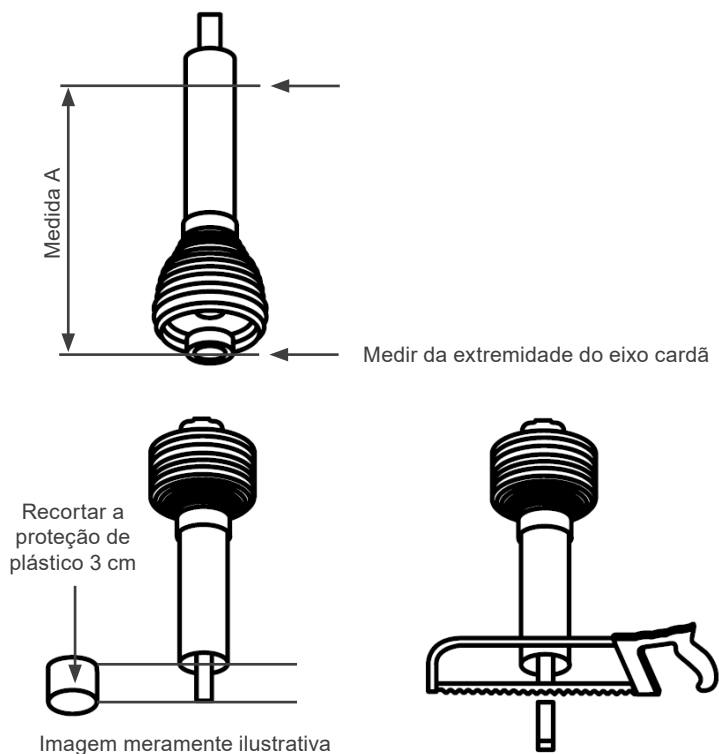

Figura 6.4: Imagem ilustrativa da montagem do eixo cardã
- A medida encontrada entre os eixos da tomada de força deve ser dividida por 1,3. O valor dessa divisão indicará a medida a, marque o eixo cardã com a medida A e corte a sobra, conforme indicação na imagem (Figura 6.4 na página 27).
- Após concluir o corte total, marque a proteção de plástico do cardã macho e fêmea e retire 3 centímetros somente da proteção de plástico, cortando com uma serra, deixando o eixo cardã com a ponta exposta, conforme indicação da imagem (Figura 6.4 na página 27).